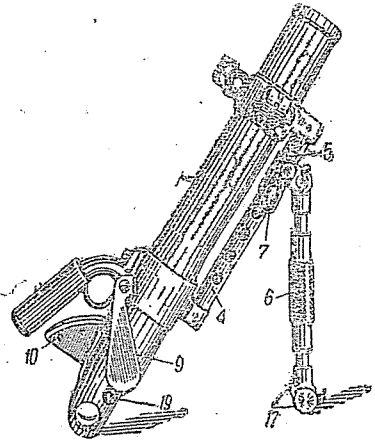

Рис. 78. Ствол с подъемным механизмом:
Грубая наводка производится передвижением втулки 5 (рис. 78) по трубке 4, нажимая при этом на защелку; точная наводка — вращением стяжной муфты 6 подъемного механизма.
Угол возвышения придается подъемным механизмом горбо-передвижением втулки 5 по трубке 4 (рис. 78), точно вращением стяжной муфты 6.
- б) одной рукой сжать стаканчики 17 (рис. 78), другой, взявшись за стяжную муфту 6, отделить механизм от рамки 18;
- а) прижав пружину к чеке 19 (рис. 78), вытолкнуть чеку;